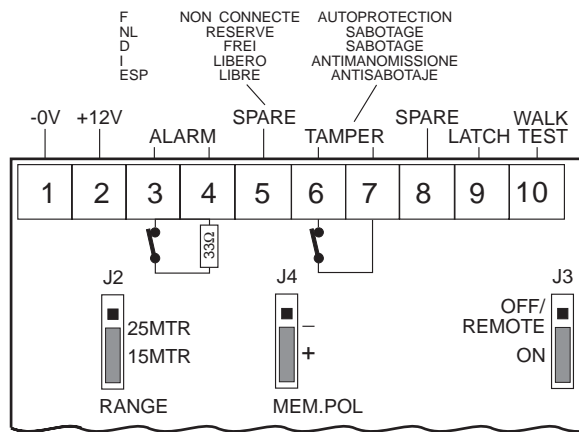

Fig. 3a
Lift off cover plate ① as shown. Open detector ② and remove electronics module ③, taking care not to touch pyroelectric sensor ④. Break out one or both cable entry hole(s) as require ⑤. Select mounting holes for corner ⑥ or flat wall ⑦ mounting. Use the base as a template for marking screw hole locations on the wall. Fasten the base to the wall. Strip cable for 5 cm and pull it through the cable entry hole(s) and strain relief. Replace the electronics module ③ and wire the detector as shown (fig. 3a & 3b). Move jumpers as required, replace cover ②, insert screw ⑧ and replace cover plate ①.
Soulever la plaque de protection ① comme indiqué. Ouvrir le détecteur ② et sortir le module électronique ③, en veillant à ne pas toucher le capteur pyro-électrique ④. Enfoncer une ou deux entrées de câble ⑤ selon le cas. Choisir les trous convenant soit au montage en coin ⑥ soit au montage sur mur d'aplomb ⑦. Utiliser la base comme gabarit pour marquer les emplacements des vis sur le mur. Fixer la base au mur. Dénuder 5 cm de câble et le faire passer par l'entrée de câble et le serre-câble. Remettre le module électronique ③ en place et raccorder le détecteur comme indiqué (fig 3a & 3b.). Déplacer les cavaliers comme indiqué, replacer le couvercle ② introduire la vis ⑧ et replacer le couvercle ①.
Verwijder de afdekplaat ① zoals aangegeven. Open de detector ② en verwijder de elektronische module ③. Let U er op dat U de pyroëlektrische sensor ④ niet aanraakt. Naargelang de configuratie één of beide kabelopeningen ⑤ uitbreken. Kies de montagegaten voor hoekmontage ⑥ of wandmontage ⑦. Gebruik de basis als sjabloon om aan te duiden waar de schroefgaten op de wand komen. Bevestig de basis aan de wand. Strip de kabel(s) ongeveer 5 cm, steek hem door de kabelinvoer en zet hem vast met de trekontlastingsklem. Zet de elektronische module ③ terug en bedraad zoals aangegeven (fig. 3a & 3b.). Plaats de jumpers als gewenst, plaats de deksel ② monteer de schroef ⑧ en plaats afdekplaat ①.
Nehmen Sie die Abdeckplatte ① wie dargestellt ab. Öffnen Sie den Melder ② und nehmen Sie das Elektronik-Modul ③ heraus. Achten Sie dabei darauf, daß Sie den pyroelektrischen Sensor ④ nicht berühren. Brechen Sie je nach Erfordernis einen oder beide Kabeleingänge ⑤ heraus. Verwenden Sie entweder die Befestigungsöffnungen für eine Eckenmontage ⑥ oder auf einer Wand ⑦. Verwenden Sie die Gehäuserückseite als Schablone für das Markieren der Befestigungslöcher auf der Wand. Führen Sie das Kabel nach dem es ca. 5 cm abgemantelt wurde durch die Kabeleinführung und Zugentlastung in das Gehäuse ein. Setzen Sie das Elektronik-Modul ③ wieder ein und verdrahten Sie den Melder wie dargestellt (Abb. 3a & 3b.). Steckbrücken gemäß Anforderungen aufstecken, Abdeckung ② montieren, Schraube ⑧ einfügen und Abdeckplatte wieder aufsetzen ①.
Togliere la calotta di copertura ① sollevandola come da illustrazione. Aprire il rivelatore ② ed estrarre il modulo elettronico ③, prestando attenzione a non toccare il sensore piroelettrico ④. Liberare uno dei fori passacavo o entrambi, secondo necessità ⑤. Scegliere i fori per il fissaggio ad angolo ⑥ o su parete piana ⑦. Utilizzare la base come maschera per contrassegnare sulla parete i fori per le viti di fissaggio. Fissare la base sulla parete. Spelare il cavetto per 5 cm e introdurlo attraverso il foro (o i fori) passacavo e l'isolatore intermedio. Riposizionare il modulo elettronico ③ e collegare il sensore come da illustrazione (fig. 3a & 3b.). Spostate il cavallotto nella posizione richiesta, togliere il frontale ② inserite le vite ⑧ e riposizionate il coperchio ①.
Retire la placa de cubierta ① como se muestra en la figura. Retire sacar ③ el módulo electrónico ③, tenga cuidado de no tocar el sensor piroeléctrico ④. Según se requiera, rompa uno o ambos agujeros ⑤ para pasar el (los) cable(s). Elija los agujeros de montaje para una esquina ⑥ o para una pared ⑦. Utilice la base como placa para marcar los agujeros a realizar en la pared. Fije la base a la pared. Pelar 5 cm. el cable e introducirlo a través de la(s) entradas previstas para ello. Vuelva a colocar en su lugar el módulo electrónico ③ y conecte el cable al sensor como se indica en la figura (fig 3a & 3b.). Colocar los puentes según se necesite, poner la tapa ②, atornillar ⑧ y fijar la tapa exterior ①.
Programme the range (fig. 3a & 3b).
Programmer la portée (fig. 3a & 3b) au moyen du cavalier de pontage **J2**: pour moins de 15 mètres ou pour 25 mètres.
Programmeer het bereik (fig. 3a & 3b) met jumper **J2**: voor bereik tot 15 meter of voor bereik tot 25 meter.
Stellen Sie die gewünschte Erfassungsreichweite (Abb. 3a & 3b) mit der Steckbrücke **J2** auf 15 Metern oder 25 Metern ein.
Programmare il raggio d'azione (fig. 3a & 3b) e mediante la regolazione del ponticello **J2**, per un raggio d'azione al di sotto dei 15 metri e per un raggio d'azione a 25 metri.
Programar el área (fig. 3a & 3b) de detección mediante puente **J2** para un espacio inferior a 15 metros o para 25 metros.